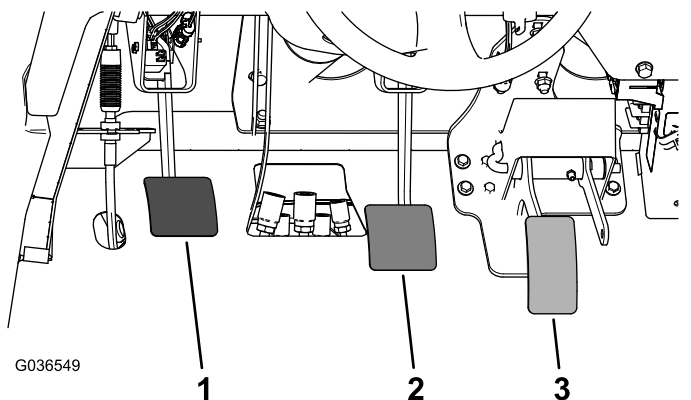

Figura 61
2. Ridicai pedala de frână (Figura 61) până când intră în contact cu cadrul.
3. Slăbii contrapiulițele care fixează furca pe arborele cilindrului principal (Figura 61).